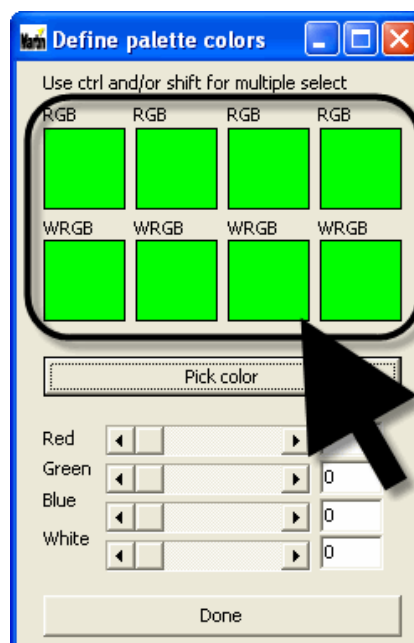

Figura 8: Definición de la paleta de colores
2. Observar la Figura 8. Aparecerá la ventana de diálogo “**Define palette colors**” (Definir paleta de colores). Los ocho cuadros de las paletas (marcados con una flecha) corresponden a los ocho posibles grupos de luminarias. Los grupos A - D se muestran de izquierda a derecha en la línea superior. Los grupos E - H se muestran de izquierda a derecha en la segunda línea.